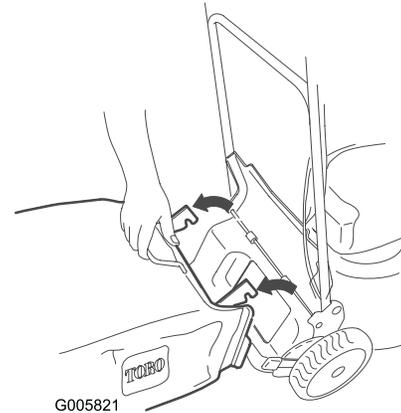

Figura 30
5. Retire la bolsa (Figura 30).